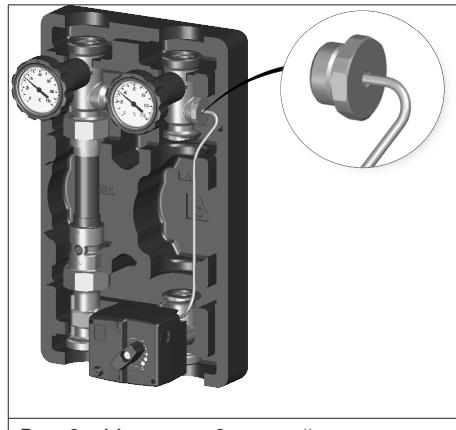

Рис. 6: Монтаж на 3-ходовой смесительный вентиль.
- Вставить температурный датчик в штуцер для датчика на станции (см. пример рис. Рис. 6 на стр. 46).